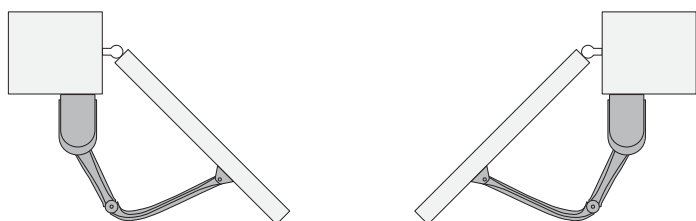

Fig.20
11. Después de haber instalado y ajustado los motores, posicionar las hojas en el centro de su carrera para que, después de haber realizado las conexiones eléctricas, puedan corregir la apertura y el cierre **fig. 20**.